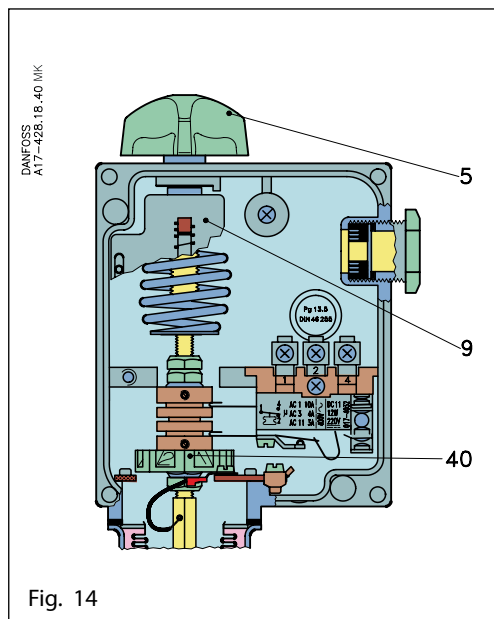
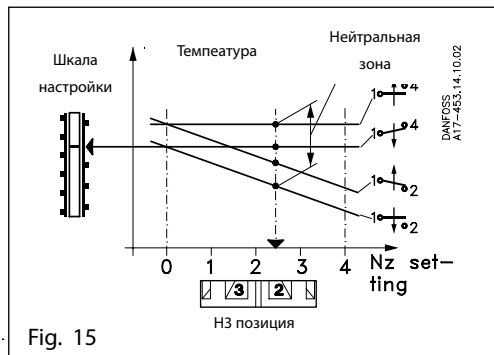
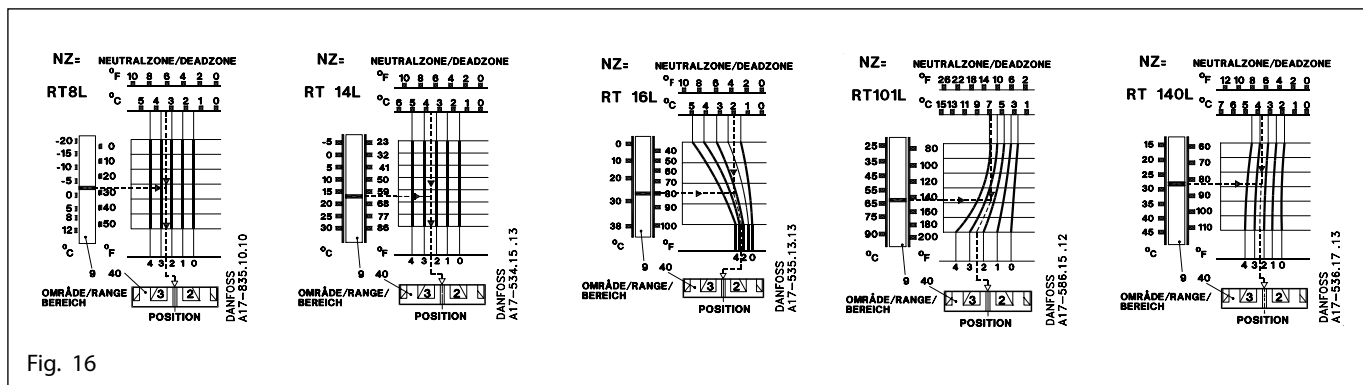

Fig. 14
Fig. 15
Fig. 16
Området indstilles med indstillingsknappen (5) (fig. 14) med samtidig aflæsning på hovedskalaen (9). Den indstillede værdi er brydetemperaturen for kontakt 1-4, fig. 15. Den ønskede neutralzone søges i diagrammet for det pågældende apparat (fig. 16). På diagrammets nederste skala aflæses hvilken position neutralzonerullen (40) skal indstilles på.
Med håndknappen indstilles termostaten på 24°C. De stiplede linier i diagrammet for RT 16L (fig. 16) skærer hinanden på kurven for position 2.8 og neutralzonerullen (40) indstilles på denne position.